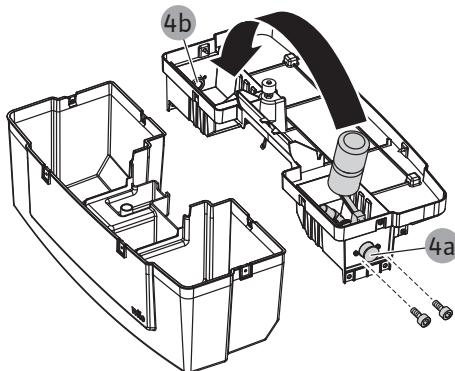

Fig. 17: Retrait du couvercle de la bâche de stockage et desserrage des vis de fixation de la vanne de réalimentation
6. Enlever les vis sur le support de la vanne de réalimentation (Fig. 17).
7. Retirer la vanne de réalimentation avec le support et la placer sur le côté opposé (pos. 4b) de la bâche de stockage.